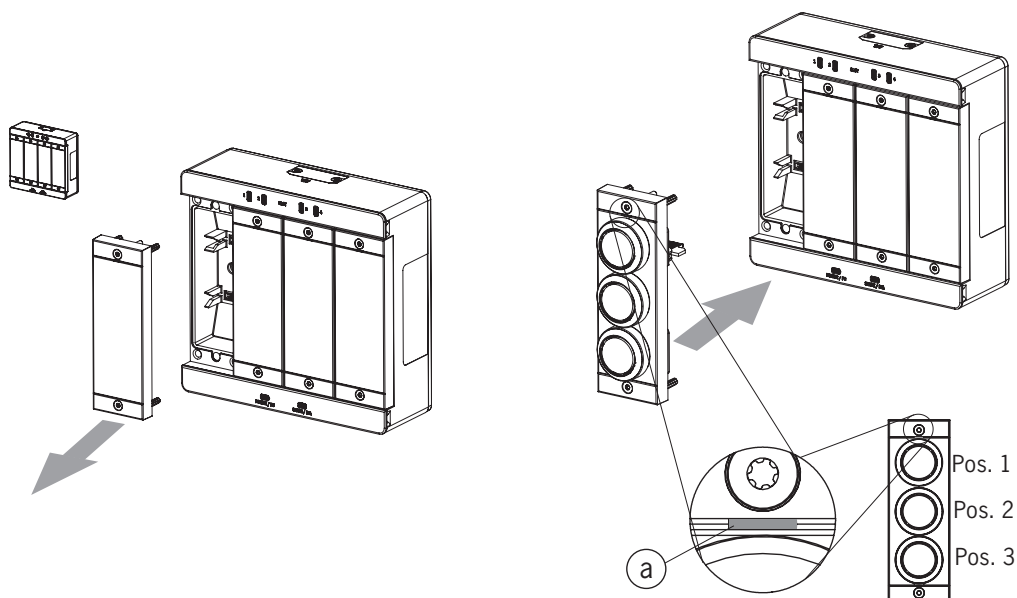

Fig. 6 : Montage d'un sous-module
- Tenir compte de l'orientation du sous-module. Voir le repère (a) sur la Fig. 6 : *Montage d'un sous-module*. Les sous-modules peuvent être pivotés également de 180°. Le repère (a) indique toujours la première position équipée. Dans l'exemple ci-dessous en l'occurrence la position du bouton-poussoir S1.